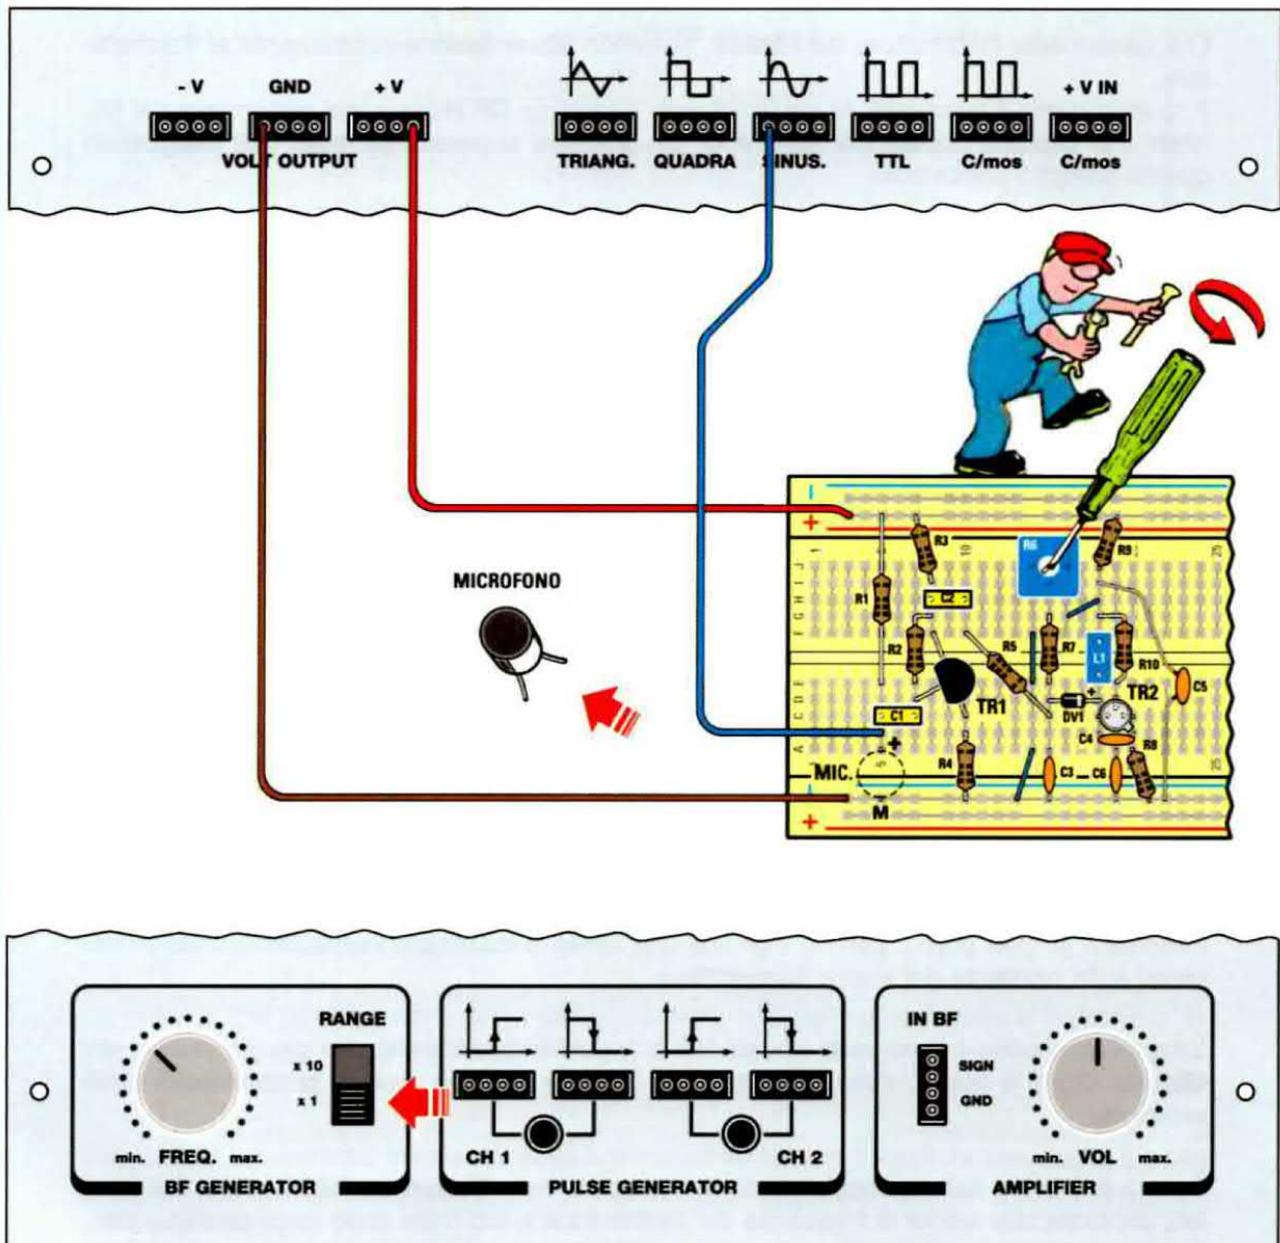

Fig.21 Estratte dalla breadboard il **microfono** e al posto del suo terminale **positivo (+)** uno spezzone di filo della lunghezza di circa 15 cm.
- localizzate sulla breadboard il **trimmer R6** di regolazione della **sintonia** del trasmettore e con un piccolo cacciavite ruotatelo fino a portare il cursore a **metà corsa** (vedi fig.21).